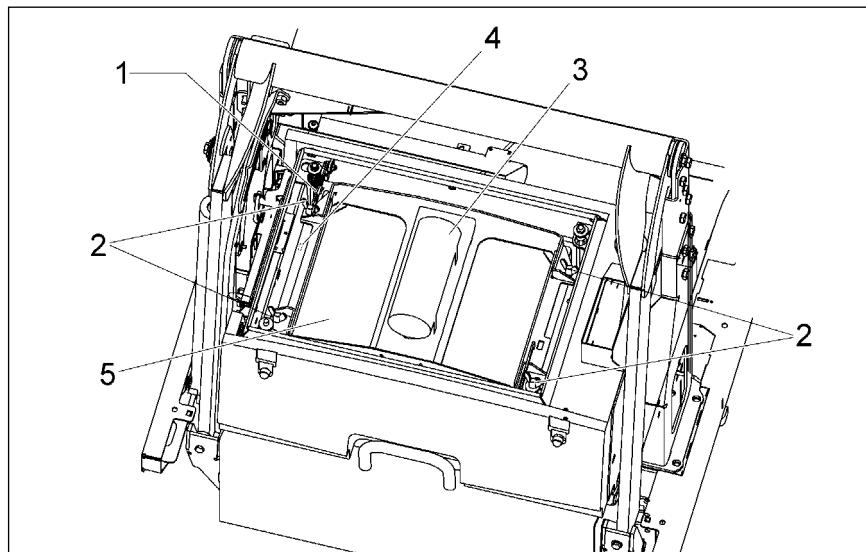

Abb.22
- Flügelschrauben (Abb.22/2) lösen und entnehmen.
- Rahmen mit E-Motor (Abb.22/3) hochklappen.
- Rahmen an angegebener Position (Abb.22/4) einhaken.
- Plattenfilter (Abb.22/5) entnehmen.